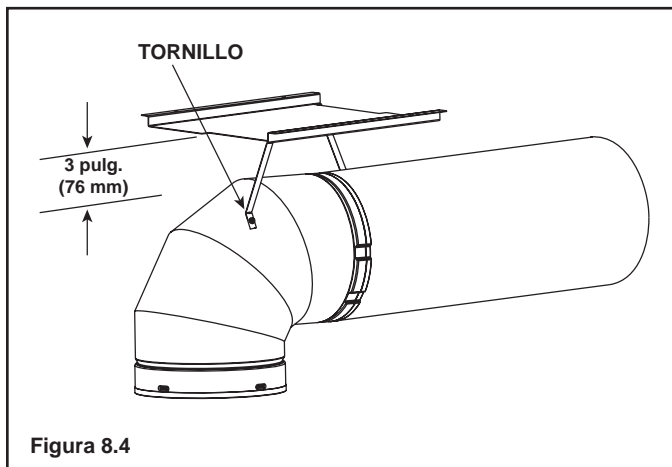

Figura 8.4
- Una el escudo térmico del codo al tubo de escape si no hay materiales combustibles presentes a la hora de la instalación (consulte la Figura 8.4). Corte las lengüetas como se muestra y dóblelas hacia abajo. Asegure el escudo térmico al tubo de escape y mantenga una distancia de separación de 3 a 4 pulgadas entre los mismos.